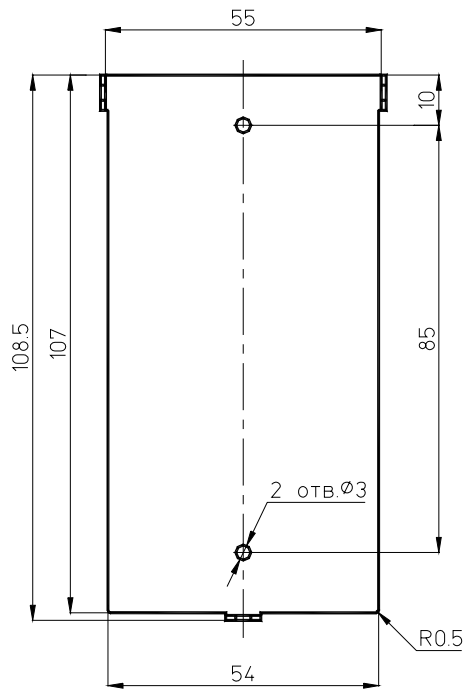

Рис.8 Установочные размеры приемопередатчика Р-43АЦ.
- 2.2.1. Установка моноблока радиостанции должна осуществляться с помощью винтов на жесткую поверхность. Установочные размеры показаны на рис. 8.